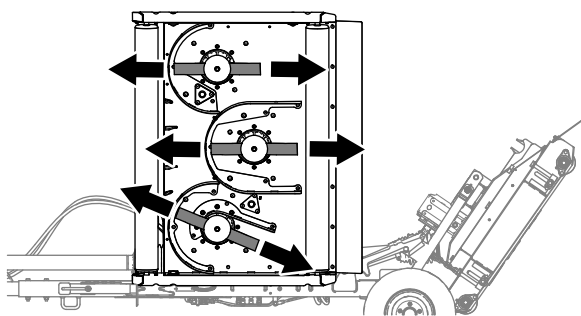

Рисунок 64
- Выверните нож газонокосилки, как показано на Рисунок 64.